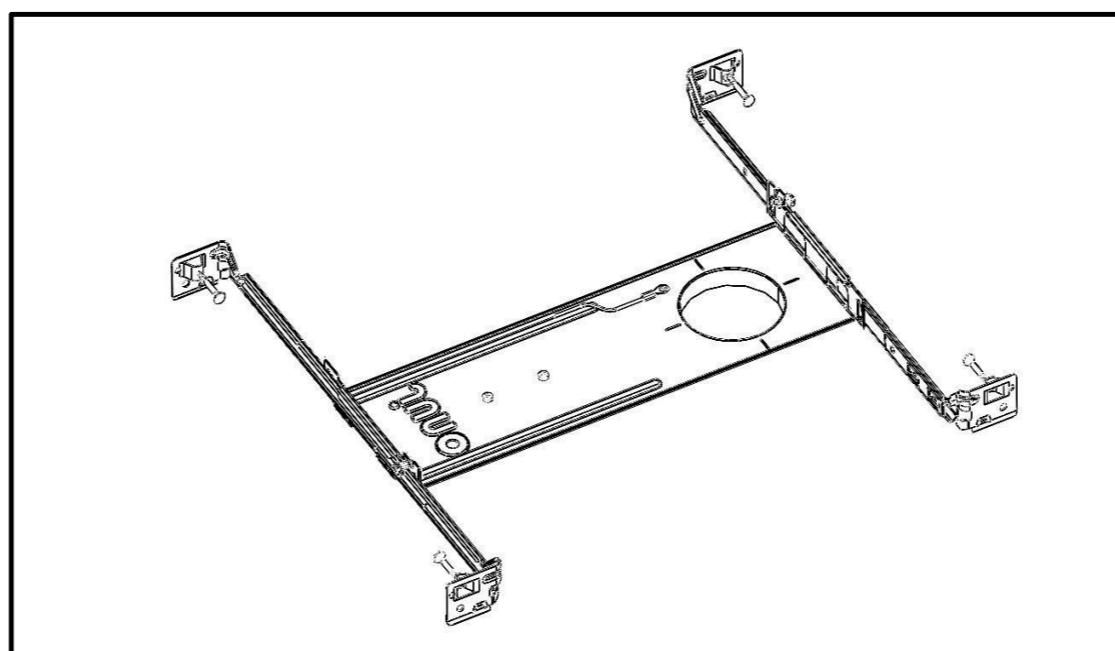

Figura 1
1. Antes de la instalación, verifique que el nuevo panel de construcción de 2 in esté completo y coincida con la ilustración general a continuación. Se recomienda el uso de una sierra perforadora para realizar el corte preciso requerido para esta instalación. El corte del techo es de 2,5 in. (Consulte la figura 1).